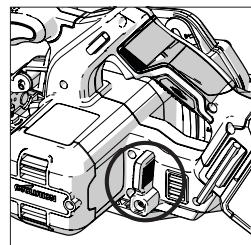

Fig. 10
- Afloje el mecanismo de bloqueo del ajuste de profundidad tirando de la palanca de accionamiento hacia arriba. (**Fig. 10**)